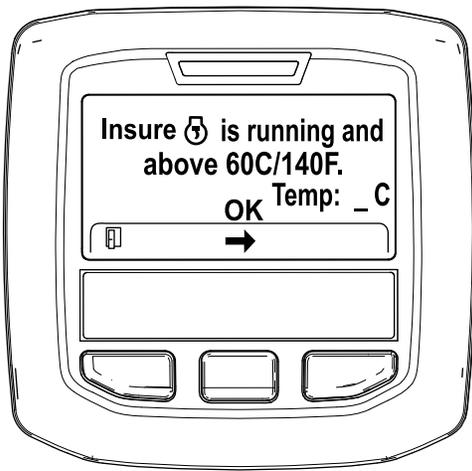

Figura 36
- Se a temperatura do líquido de refrigeração for inferior a 60°C, surge a mensagem "Insure  is running and above 60°C/140°F" (Confirme que está a trabalhar e acima de 60°C/140°F) (Figura 36).